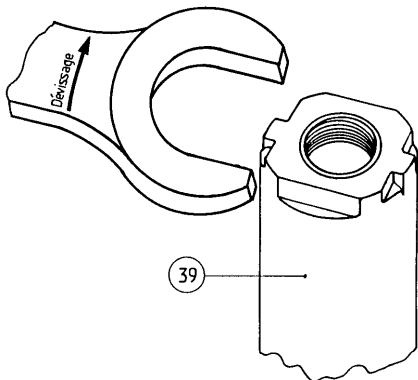
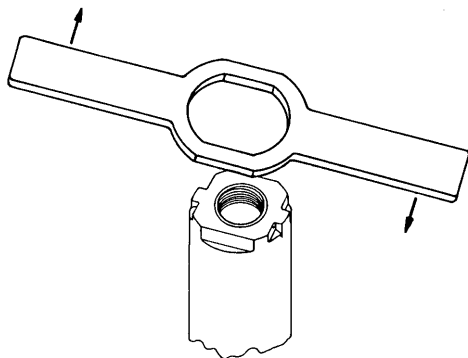

fig.10
fig.11
- Desserrer le corps de refoulement (39) (tube) avec une clé plate de 78 (Fig. 10) ou une clé spéciale suivant (fig.11) prenant appui sur les 2 plats en partie haute de la pompe.